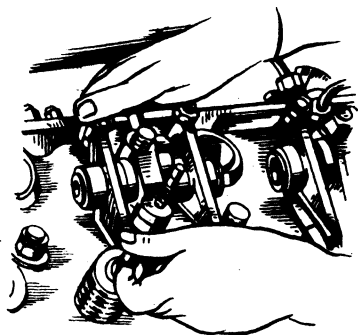

Рис. 73. Снятие коромысла с осью и стойкой
5. Отверните гайки крепления осей коромысел. Снимите оси коромысел вместе с коромыслами (рис. 73) и извлеките штанги.